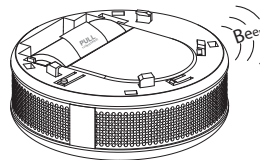

Fig. 4
4. Het apparaat zal de activatie bevestigen door een korte piep te geven (Fig. 4).